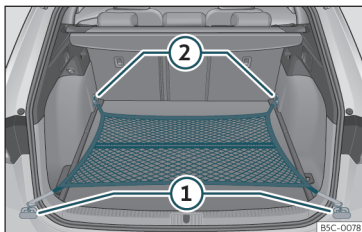

Fig. 125 Nel bagagliaio: rete fermacarico agganciata a livello del piano.
- Fissare i ganci della rete agli occhielli di ancoraggio (1) e (2) »» **fig. 125** »» . La cerniera della tasca dev'essere rivolta verso l'alto.